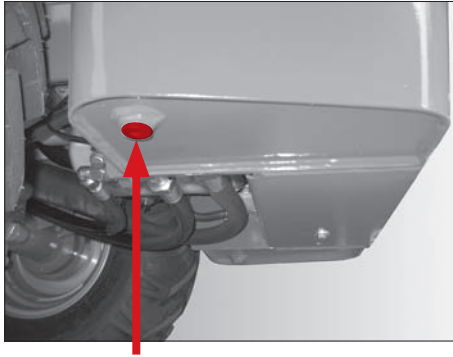

Abb. 74
6. Schrauben Sie den Verschlussstopfen (Abb. 74) ab.
4. Schrauben Sie den Verschlussstopfen (Abb. 74) an.